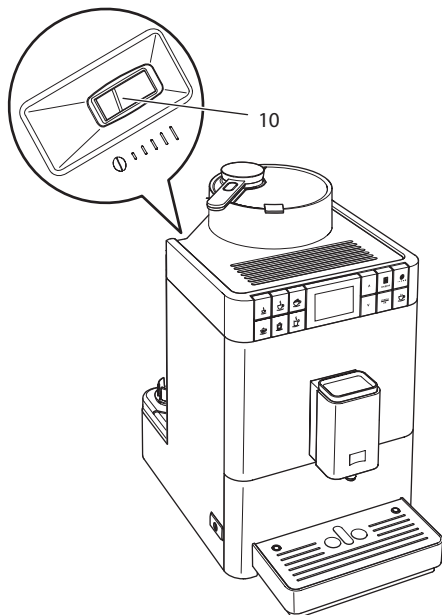

Fig. 18: Arm til indstilling af malingsgraden
- » På huset ses armen "Indstilling af malingsgrad" (10)
2. Stil armen til venstre eller til højre, som vist på Fig. 18.